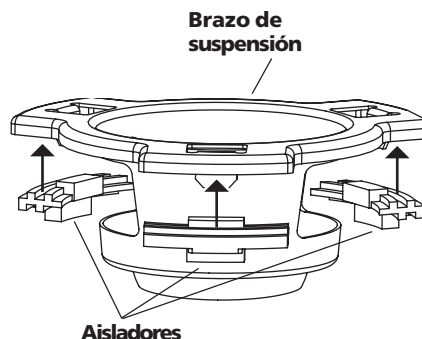

Figura 4a - Forma de añadir los aisladores al brazo de suspensión
2. Confirme que los tres aisladores han sido preinstalados en el brazo de suspensión. Vea la ubicación de los aisladores en la Figura 4a.
Nota: Si los aisladores no han sido preinstalados, coloque los tres aisladores sobre el brazo de suspensión, como se muestra en la Figura 4a.